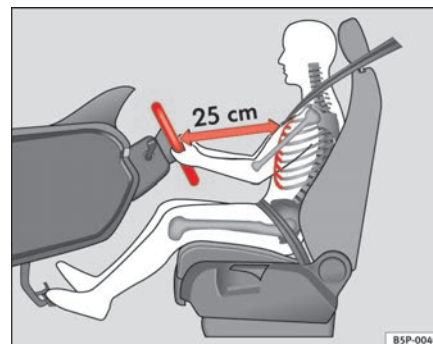

Fig. 98 Posición correcta del conductor
- Ajuste el volante hasta alcanzar la posición deseada ⇒ fig. 98.
- Ajuste el asiento del conductor o el volante de modo que quede una distancia mínima de 25 cm entre el volante y el tórax ⇒ **página 139, fig. 98**. ¡Si no respeta la distancia mínima, el airbag no le protegerá adecuadamente y corre peligro de muerte!